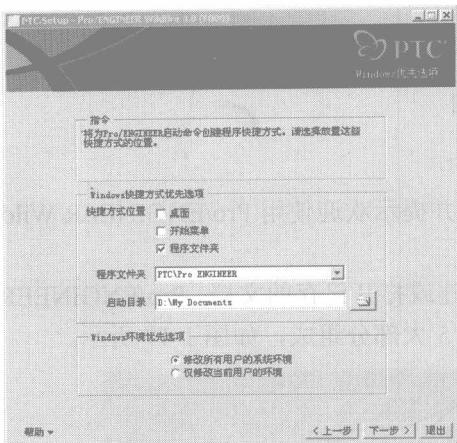

图 1-11 “Windows 优先选项”界面
- 步骤8** 选取 PTC 提供的许可证文件，单击 **打开 (Open)** 按钮，再单击 **确定 (OK)** 按钮，返回“FLEXnet 许可证服务器”界面，单击 **下一步 >** 按钮。
- 步骤9** 显示“Windows 优先选项”界面，如图 1-11 所示。用户可设置软件的启动工作目录，也可待程序安装完成后进行设置。